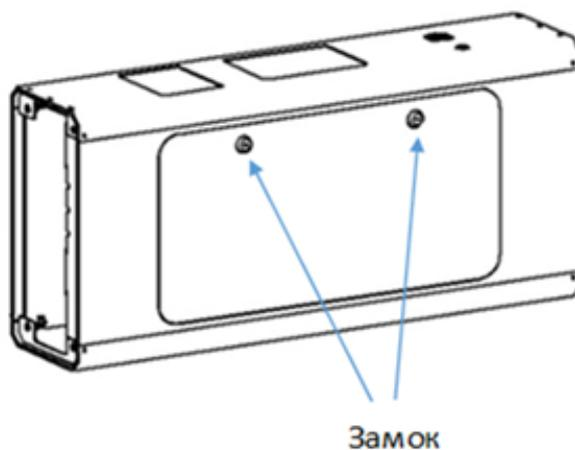

Рисунок 5
- 7 С помощью трёхгранного ключа открыть технологический люк, расположенный в верхней части центрального блока (рис. 5).